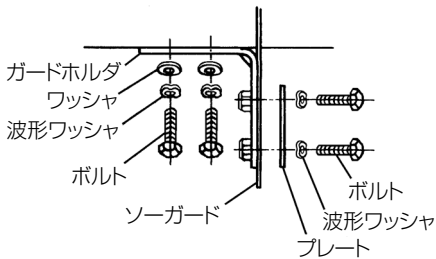

図 5
- (1) まず、ガードホルダに接触予防装置（保護カバー）を取付けます。この際、プレート（当板）などを図 5 のように重ね、ボルトを締めます。